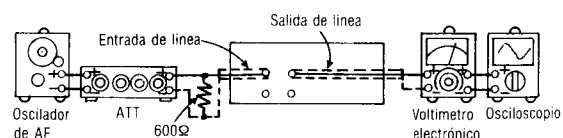

Fig. 7
1. La conexión del equipo de prueba se muestra en la Fig. 7.
6. Si no está dentro de la estándar, ajustar RV3 (CH-I) (RV4 (CH-D)) y repetir el paso (2), (3) y (4) hasta que la salida esté dentro de la estándar.